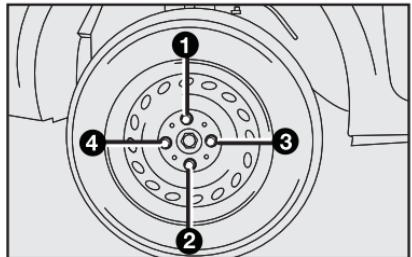

fig. 10
- Apretar a fondo los tornillos, pasando alternadamente de un tornillo al diametralmente opuesto, según el orden ilustrado en la **fig. 10**.
- Utilizando la llave de rueda suministrada, apretar a fondo los tornillos según el orden representado en la **fig. 10**;